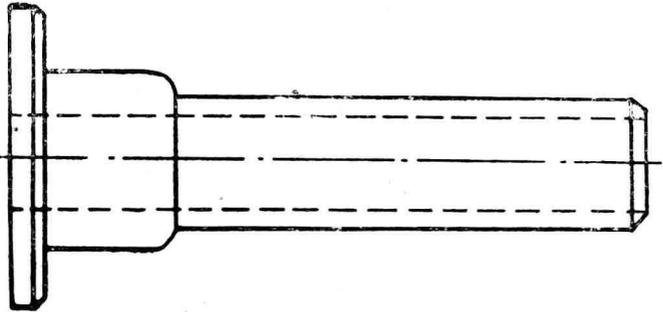

图7 立柱
1) 粗、精车如图7所示的用金属模、手工造型铸造的，工件材料为HT30-54、HB187~255的台钻立柱外圆表面。